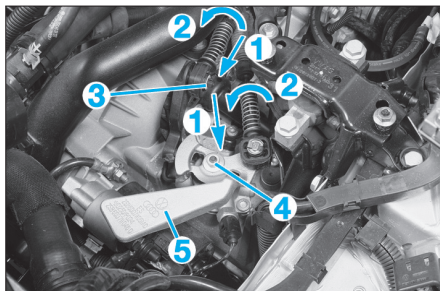

Fig. 1
- Tirer le mécanisme de sûreté au niveau du câble de commande et du câble de sélection vers l'avant jusqu'en butée (1), puis le verrouiller vers la gauche (2) (Fig.1).
- Retirer le circlip (3) du levier de renvoi et déposer le levier de renvoi.
- l'écrou (4) puis le levier de commande des vitesses (5),